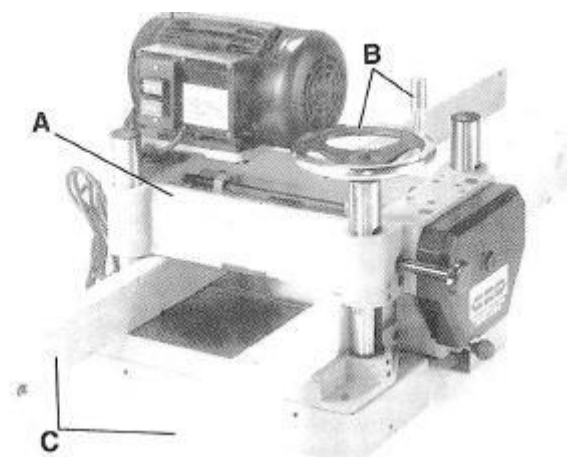

Рис. 12 Подъем станка на станину
2. Поднимите фрезерную головку (А), Рис. 12, повернув маховик подъема и опускания (В) по часовой стрелке, и вставьте два 2 x 4 длиной 6 или 8 футов (С) между фрезерной головкой и столом, как показано на рисунке. Убедитесь, что 2 x 4 (С) надежно расположены между столом и фрезерной головкой, чтобы они не вращались во время подъема. Затем с двумя людьми на каждом конце 2 x 4 переместите станок в желаемое место.